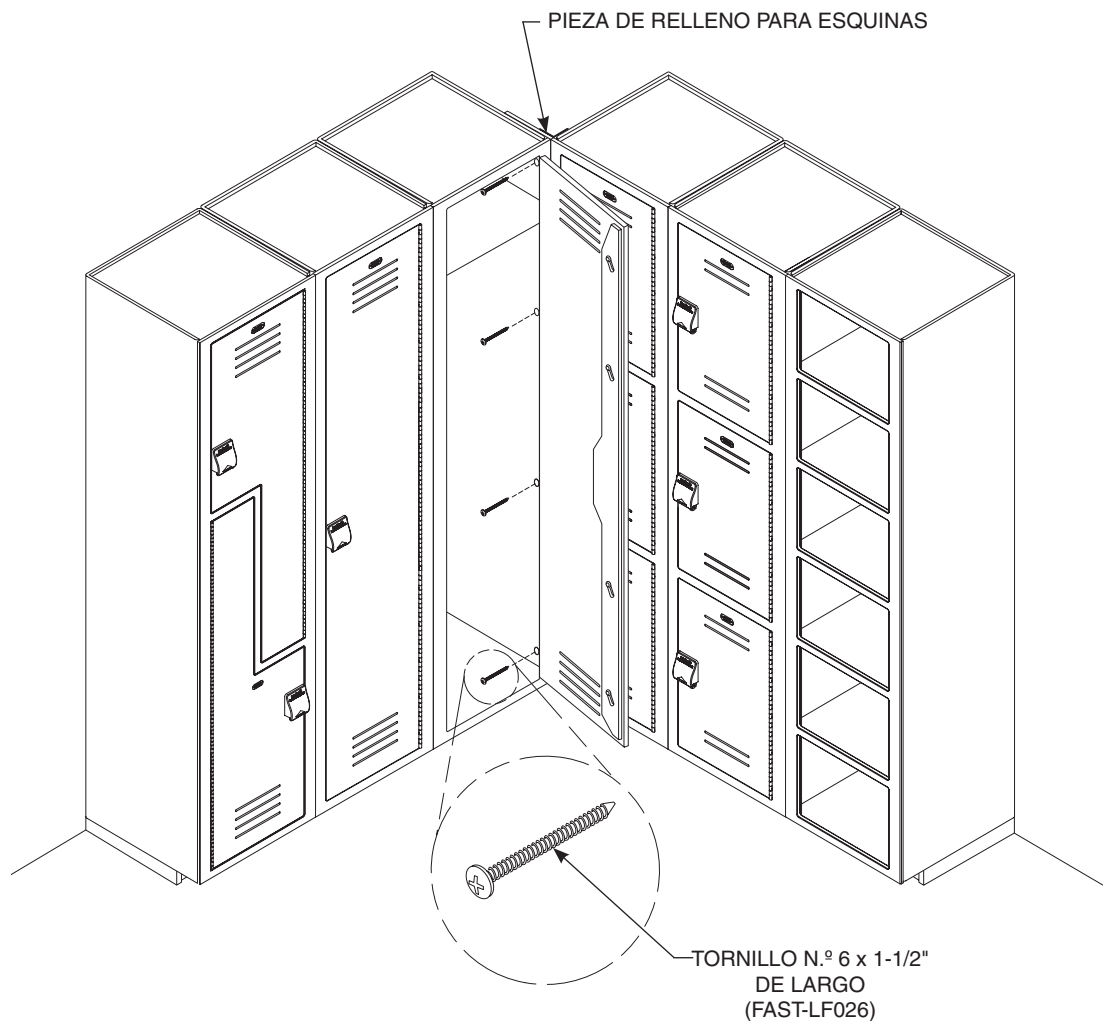

Figura 4
1. Perfore cuatro orificios de espacio de 3/16" de diámetro a 38 mm (1-1/2") de la parte frontal del casillero solo a través de la caja del casillero (consulte la Figura 4). Fije el casillero a la pieza de relleno para esquinas con los tornillos n.º 6 x 1-1/2" proporcionados.